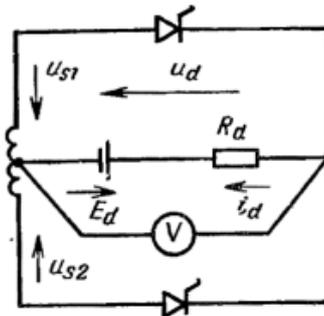

Рисунок 6 – Управляемый выпрямитель со схемой 1Ф1Н2П, работающий на нагрузку, представленную противо-ЭДС E_d и резистором R_d
13. . Определите напряжение, показываемое вольтметром в схеме на рис. 6, если $U_s=U_{s1}=U_{s2}=100$ В, $E_d=70,5$ В и а) $\alpha=0^\circ$, б) $\alpha=90^\circ$. Ширина импульса равна 60° . Применен вольтметр электродинамической системы. Трансформатор и вентили идеальные.